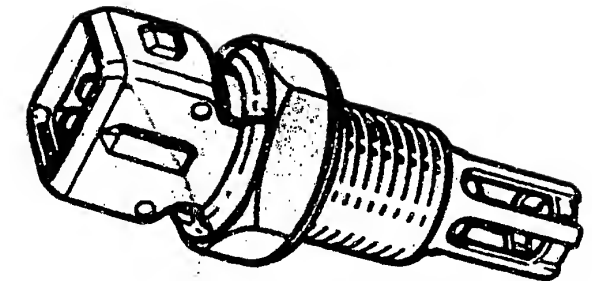

Bild 21 Lufttemperaturfühler, wie er bei Fiat/Lancia im Ansaugrohr eingebaut ist. Das NTC-Element soll bei 0°C einen Widerstand von ca. 8kΩ aufweisen.
d) Lufttemperaturfühler. Dieser ist nur bei Fiat/Lancia vorhanden und im Saugrohr eingesetzt (Bild 17). Es ist ein NTC-Widerstand, der von der Klemme C 12 mit einer Spannung von 5V versorgt wird. Der Lufttemperaturfühler (Bild 21) hat bei 0°C einen Widerstand von $8 \text{ k}\Omega$, der bei steigender Temperatur abnimmt.